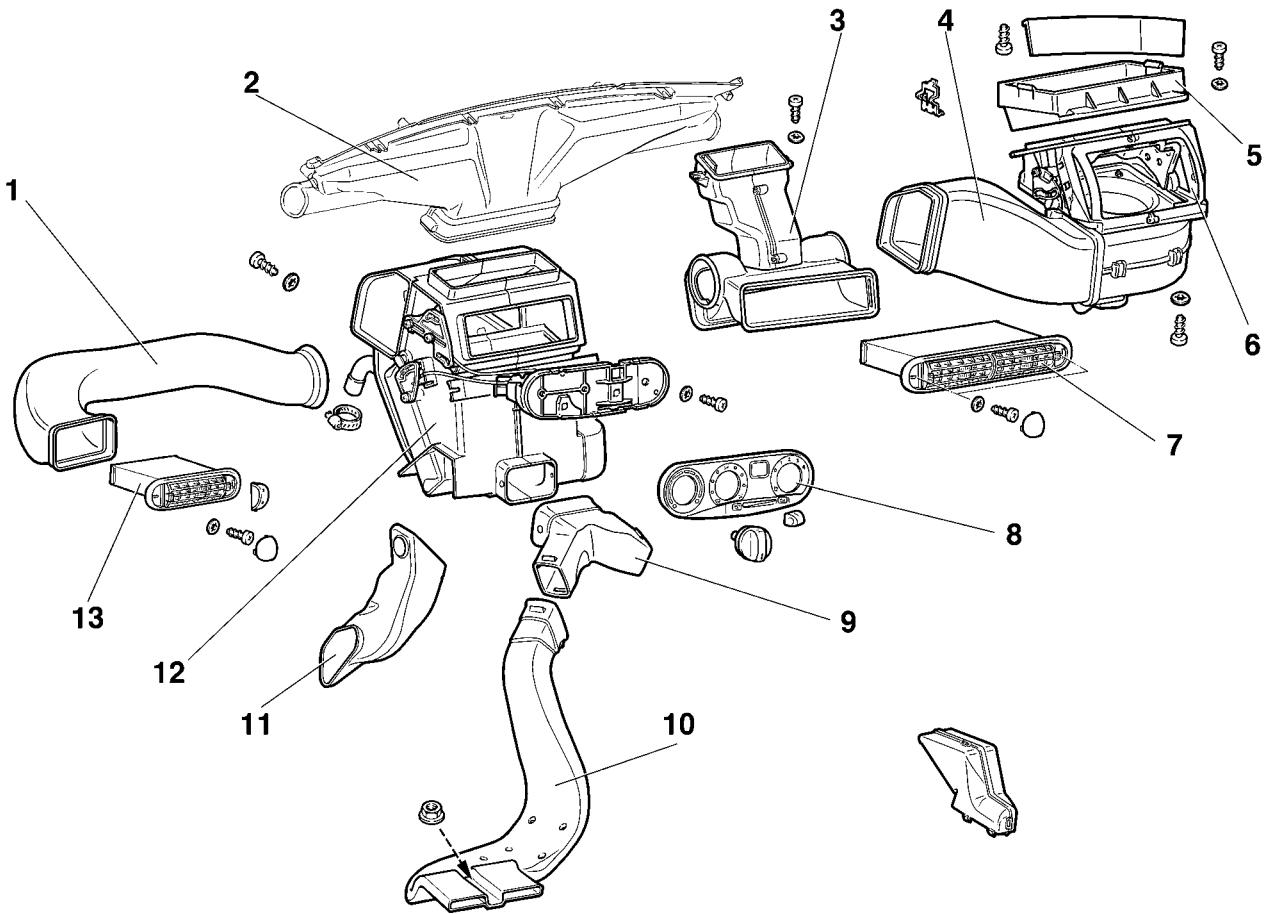

Рис. 8-29. Система отопления салона кузова:
- через боковые 13 (рис. 8-29) и центральные 7 сопла, если распределительный рычаг переместить в крайнее левое положение;
- снимите водоотражательный щиток, корпус 5 (см. рис. 8-29) фильтра воздухозаборника и снимите вентилятор в сборе с промежуточным воздухопроводом 4;